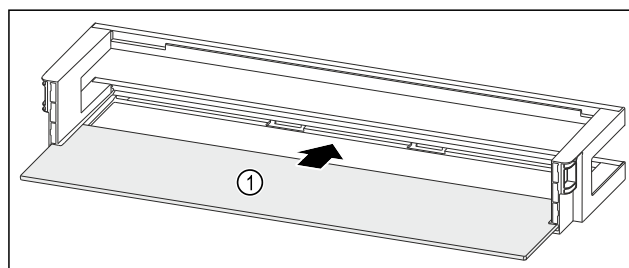

Fig. 66 Półka w drzwiach z półką
- ▶ Wsunąć półkę Fig. 66 (1) w boczne wycięcia.